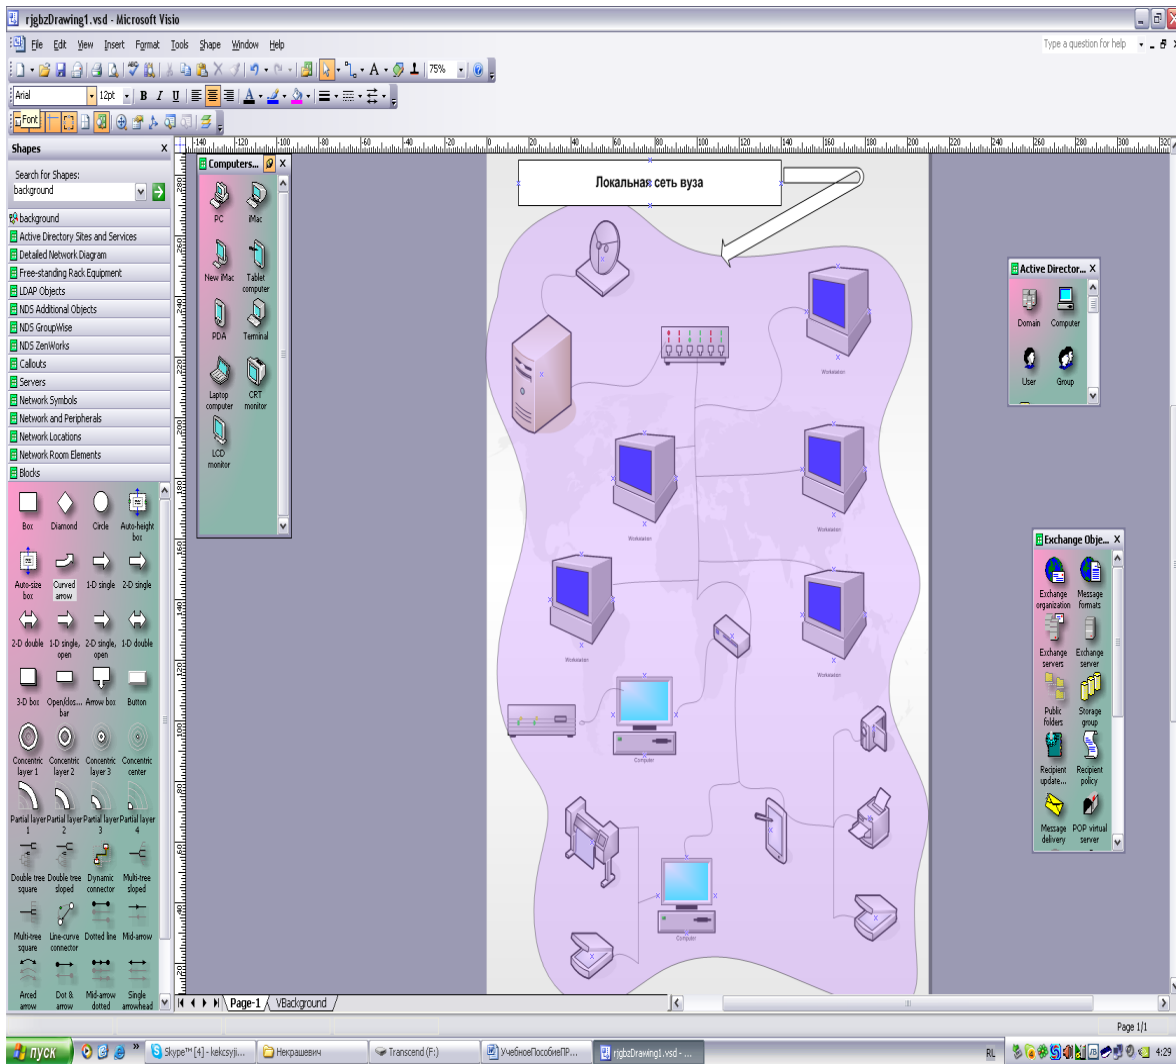

Рис.53. Образец рисунка в MS Visio.
Фигуры – это основа диаграмм. Первое, что обычно делают при создании рисунка, - размещают на листе фигуры. Уже потом их соединяют линиями, добавляют текст и прочие элементы оформления. Добавляют фигуры перетаскиванием в рабочую область рисунка. В рабочую область можно перетянуть сколько угодно фигур – их образец все равно останется на панели групп. Можно также в рабочей области разместить несколько панелей групп фигур, как это показано на рис. 53. Панели групп фигур (шейпов) открываются через команды: **File – Shapes** (Файл – Фигуры) или на стандартной панели инструментов
4. Создать рисунок по образцу, приведенному ниже (рис. 53).
6. Измените размеры фигур с помощью манипуляторов, измените форму двумерной фигуры (рис. 53, 55), используя желтые маркеры. Шейп **1-D single** из документа удалить.
13. Щелкните на кнопке **Text Tool**  на стандартной панели инструментов (для отключения и включения инструментов из этой группы используйте кнопку ). Перетяните указатель мыши, расширяя тем самым текстовый блок до необходимых размеров. Введите текст “Локальная сеть вуза” (рис. 53). Отформатируйте текст, используя панель инструментов форматирования: